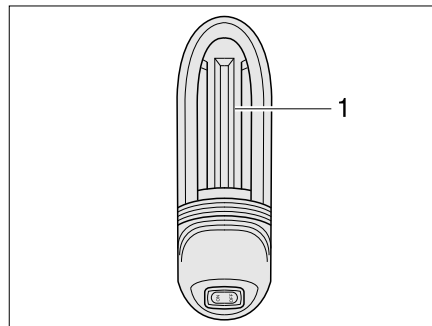

Fig. 386 Lampe de garage
- Pousser le cache de luminaire (Fig. 386,1) vers le haut et l'enlever.